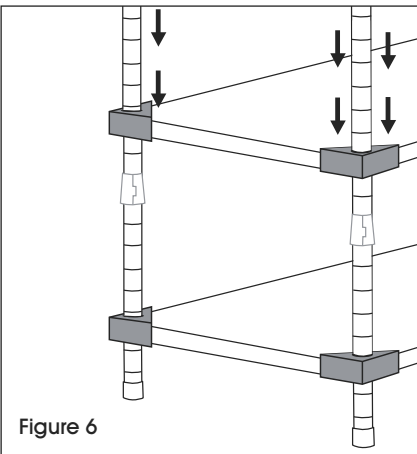

Figure 6
4. Determine the height of the next shelf, snap on supports, then add and secure shelf. Repeat for remaining shelves. (See Figure 6)
3. Déterminez la hauteur de la tablette suivante, enclenchez les supports, puis ajoutez et fixez la tablette. Répétez l'étape 4 pour ajouter les tablettes restantes. (Voir Figure 6)